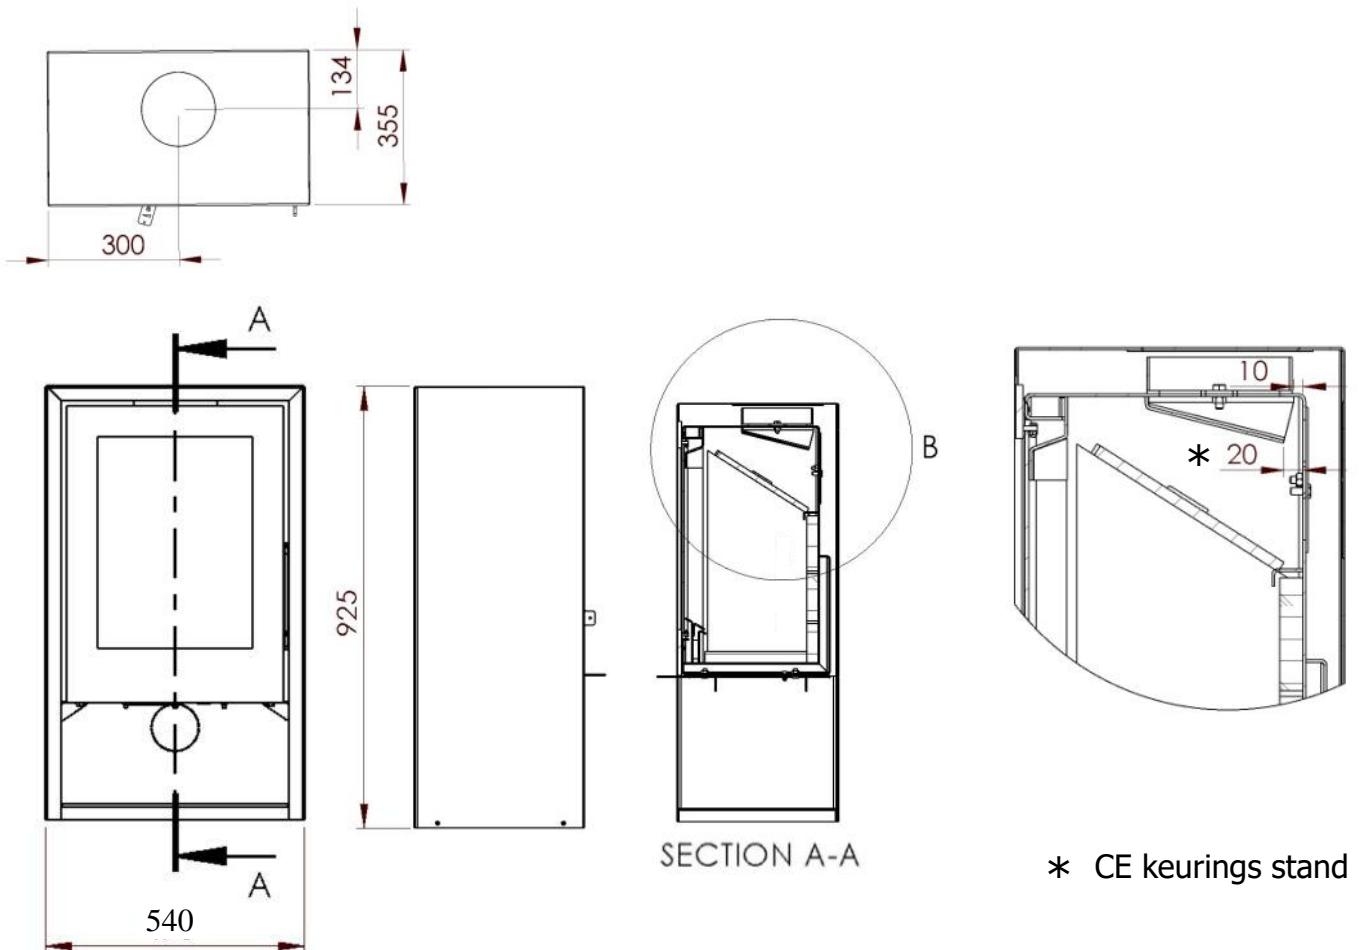

Fig.1
- * Indien de vlam welke is uitgesneden in de luchtschuif gelijk staat met voorzijde van de deur (zie bijlage 2 Fig.1) brandt de kachel op zijn nominale verbranding.